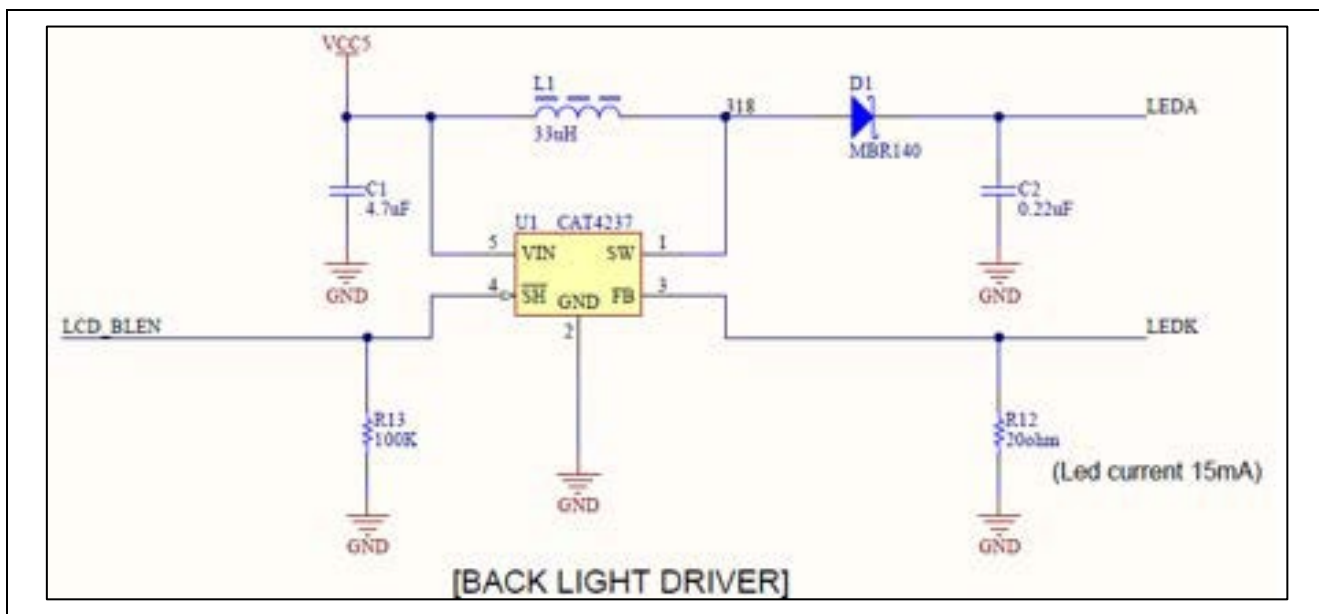

図 17. LCD_BLEN と DISP_BLEN P404 の接続
14. LCD パネルの LCD_BLEN ピンは、ボード RA8D1 の DISP_BLEN P404 に接続されます。(図 17)